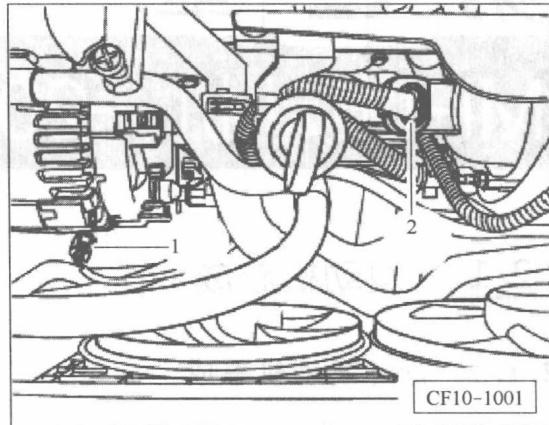

图 2-6 脱开二次空气泵插头
⑭ 脱开二次空气泵插头 2 和转向助力开关连接插头 1，从导线支架中脱出线束并放在车身上，见图 2-6。